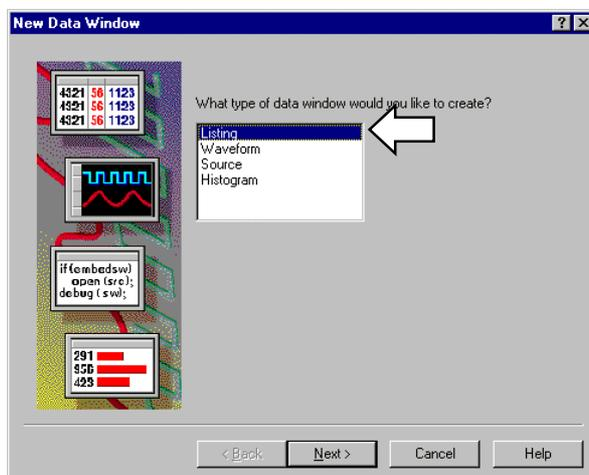

図 3-51 : [New Data Window]ウィザードの最初の画面
9. メニューバーの[Window]メニュー、あるいはツールバーの<New Data Window>ボタンをクリックし、図 3-51 の[New Data Window]ウィザードを起動します。